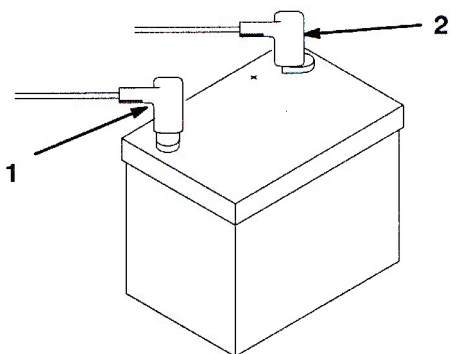

図7
2. スタータからの赤い(+)ケーブルを(+)端子に固定する(図7)。レンチで締め付けて固定し、ワセリンを塗布する。ケーブルが擦れて磨耗するような配線はさける。座席の最後部でケーブルを傷つけることがあるので特に注意すること。